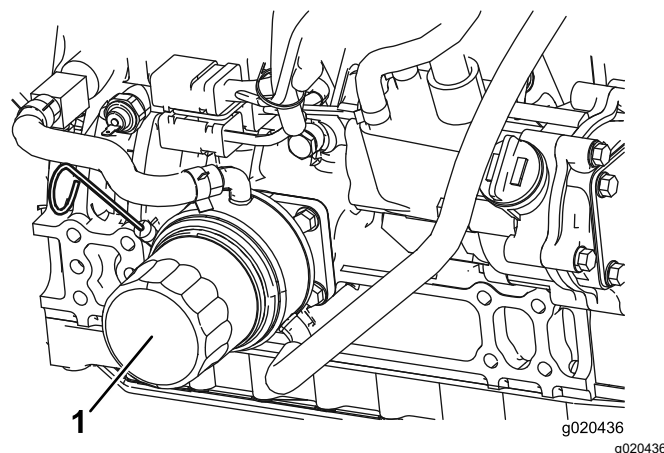

Рисунок 29
3. Снимите старый фильтр (**Рисунок 29**) и протрите поверхность уплотнительной прокладки на головке фильтра.